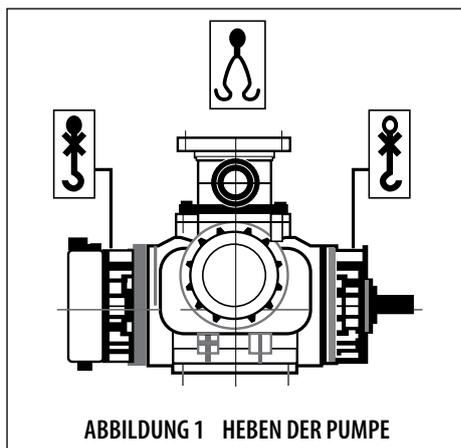

ABBILDUNG 1 HEBEN DER PUMPE
2. Bringen Sie zum Anheben der Pumpe die Anhängerösen an den Auslassflanschen an wie in Abbildung 1.